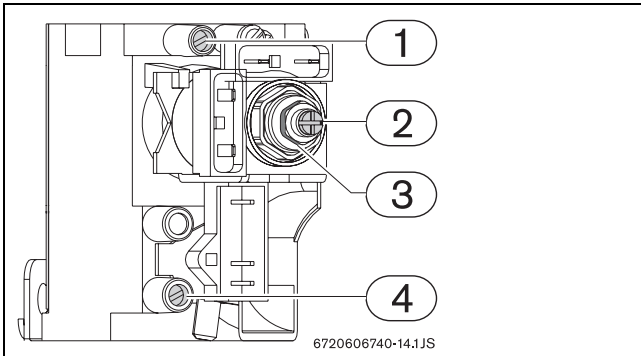

Fig. 18 Pontos de medição de pressão
- ▶ Utilizando a porca de ajuste (→Fig. 18, pos. 3) regular a pressão até atingir os valores indicados na tab. 10.
- ▶ Utilizando o parafuso de ajuste (→Fig. 18, pos. 2) regular a pressão até atingir os valores indicados na tab. 10.